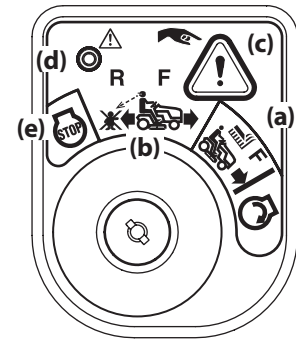

Figure 3-1
2. Déplacez la clé de la position de tonte normale (a) à la position de tonte en marche arrière (b). Voir la Figure 3-1.
3. Appuyez sur le BOUTON-POUSSOIR DE MARCHE ARRIÈRE (bouton triangulaire orange) (c) dans le coin supérieur droit du module d'allumage. Le témoin lumineux rouge dans le coin supérieur gauche s'allume quand la marche arrière est embrayée. Voir la Figure 3-1.